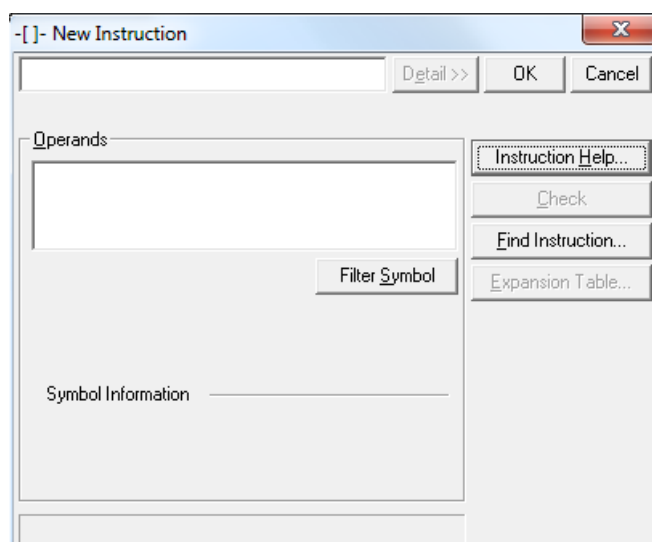

Рисунок 41 – Создание команды
1. При создании команды лестничной диаграммы щелкните по кнопке [Instruction Help] (Справка по команде) в диалоговом окне New Instruction (Создание команды). Отобразится набор команд ПЛК серии CP1L (рисунок 41).